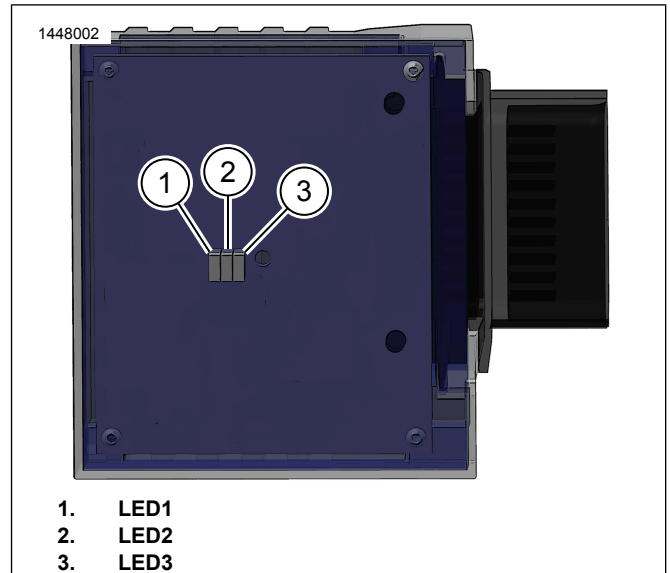

Figura 7. LEDs tal-RIO
b. Ara Figura 7 u Tabella 1 għad-dettalji dwar il-kodiċijiet tal-avvenimenti. Diversi avvenimenti huma relatati flimkien.